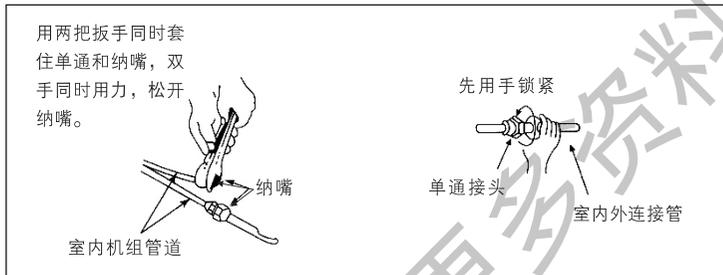

图 18
- (1) 将纳嘴和密封帽拆开，将铜管尽头的纳嘴松开，使内藏气体排出，如图18所示。当纳嘴拆开时，应将密封帽拆出，不然制冷剂将不能循环，压缩机就可能烧毁。
- (2) 连接时，应在单通螺母及管的喇叭口上涂上少许冷冻润滑油，以防螺牙损坏，且按图18所示对准管道拧紧。